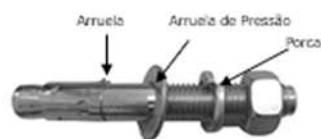

Fig. 33
1. Prepare os parafusos de ancoragem (Ver Fig. 33).